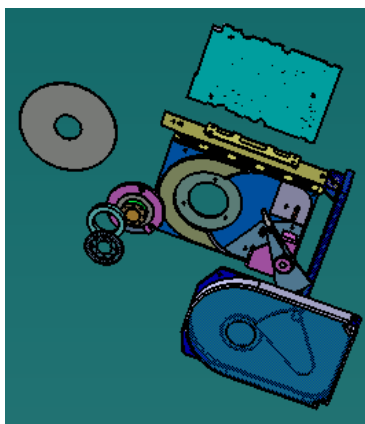

图 11-12
- (4) 点击 Apply Assembly on Scene , 选择剩余的属性后, 点击 OK 键 (见图 11-12)。